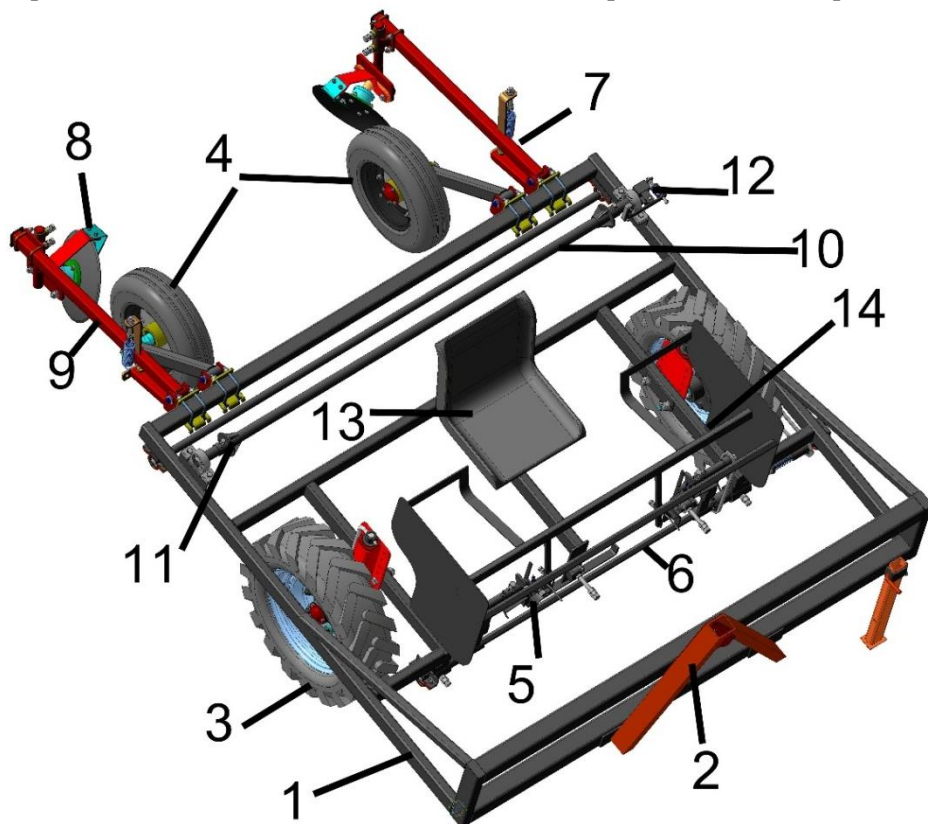

Рисунок 1 – Общий вид укладчика плёнки и тоннелей УПТ-1
3.1.1 Укладчик тоннелей (рисунок 1) представляет собой навесную машину, состоящую из несущей рамы 1 на которой крепятся все остальные механизмы: два регулируемых по высоте приводных колеса 3, два прикатывающих колеса 4, а также механизм для установки дуг 5 с приводным валом 6. В задней части рамы на шарнирных кронштейнах 9 установлены дисковые механизмы 8 подпружиненные при помощи механизмов 7. Для регулировки под различную ширину укрывного материала дисковые механизмы и прикатывающие колёса имеют возможность перемещения вдоль рамы.